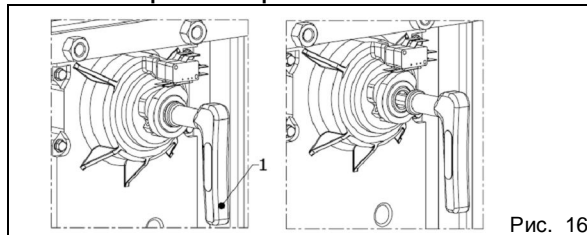

Рис. 16
- Вставить специальный ключ, хранящийся внутри корпуса стойки, в отверстие (рис. 16, поз. 1) и поворотом его против часовой стрелки на несколько оборотов добиться упирания стрелы в механический упор.